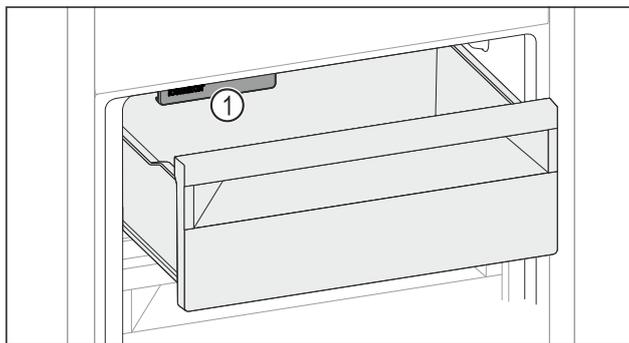

Fig. 140
- ▶ Tenere in considerazione l'IceMaker Fig. 140 (1).